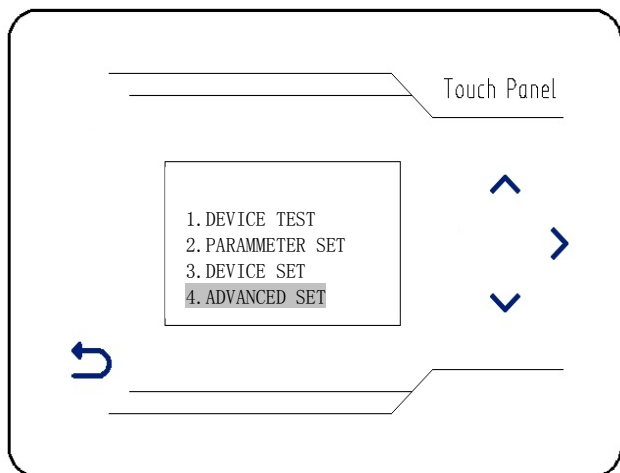
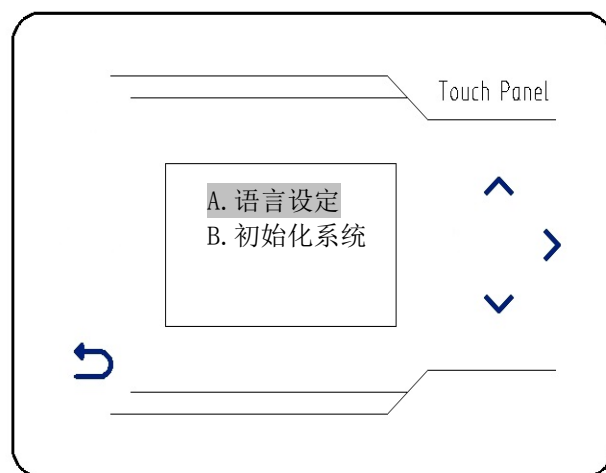

Рис.43
Рис.44
Нажмите на кнопки  ,  , выберите "Advance set" (рис.43) , нажмите на кнопку  , зайдите в подменю (рис.44) :
A. Настройка языка (рис. 44)